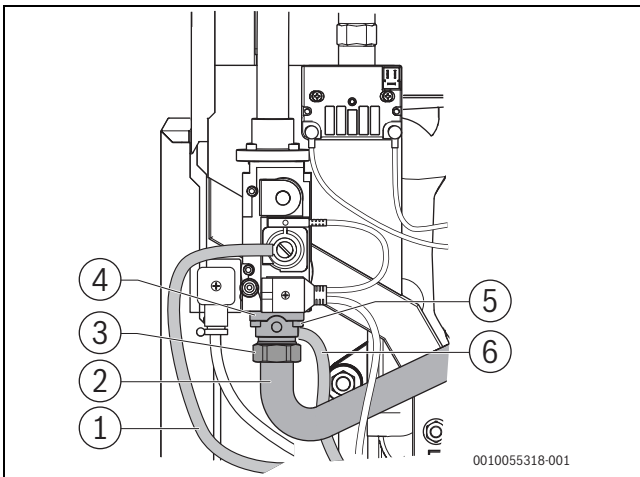

Fig. 25 Démontage du diaphragme du gaz (tailles de chaudière 75 ; 100 kW)
- ▶ Dévisser l'écrou-raccord du tuyau de gaz (→ fig. 25 et 26, [3]).
- ▶ Extraire les quatre vis hexagonales (→ fig. 25 et 26, [5]) sur la bride de raccordement [4] et retirer la bride du robinet. Veiller à ne pas endommager ou plier le tuyau de gaz [2].
Légende des figures 25 et 26:
- ▶ Vérifier si les câbles de mesure de compensation [1] et de pression de sortie du gaz [5] sont bien fixés (→ fig. 25 et 26 ainsi que fig. 17.4.3, page 68).